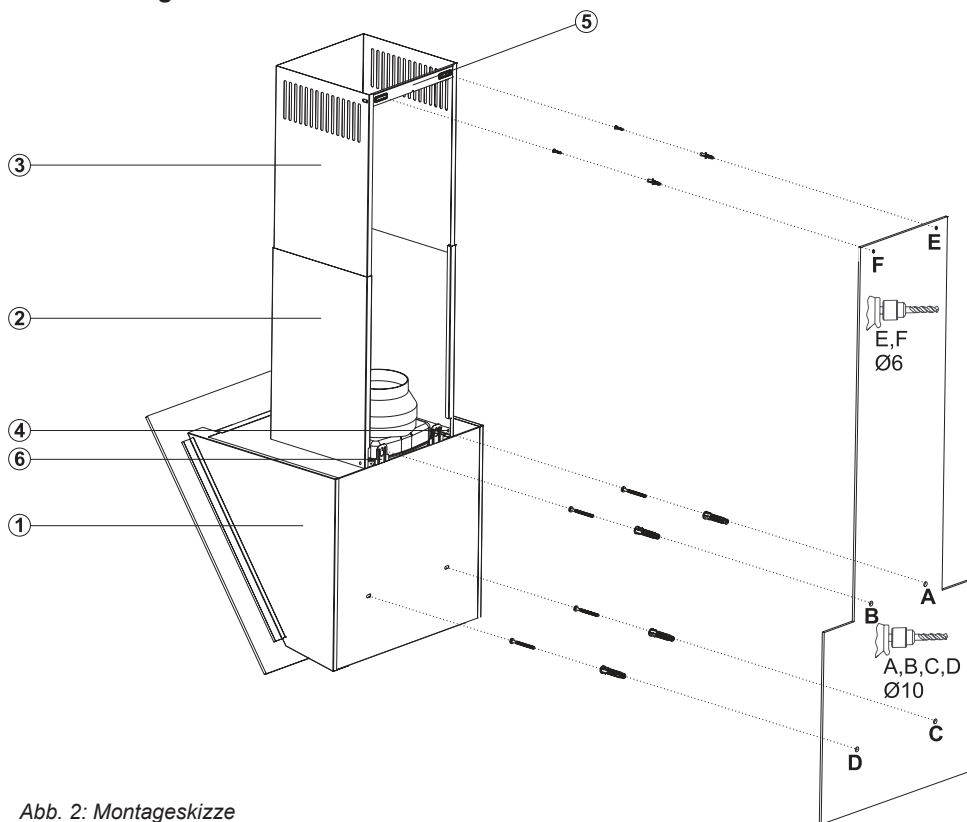

Abb. 2: Montageskizze
Der Elektroanschluss erfolgt an eine Steckdose, die meistens hinter dem Grund- oder Teleskopschacht ( $\Leftrightarrow$  Abb. 2) positioniert wird.
- Löcher der Befestigungspunkte A, B, C und D bohren, Dübel einsetzen und die Schrauben an den Punkten A+B zu  $\frac{3}{4}$  eindrehen ( $\Leftrightarrow$  Abb. 2). Die Montagelaschen oben hinten am Haubenkörper herausziehen und festschrauben.
Grund- und Teleskopschacht (⇔ Abb. 2 S.14) werden nun montiert.